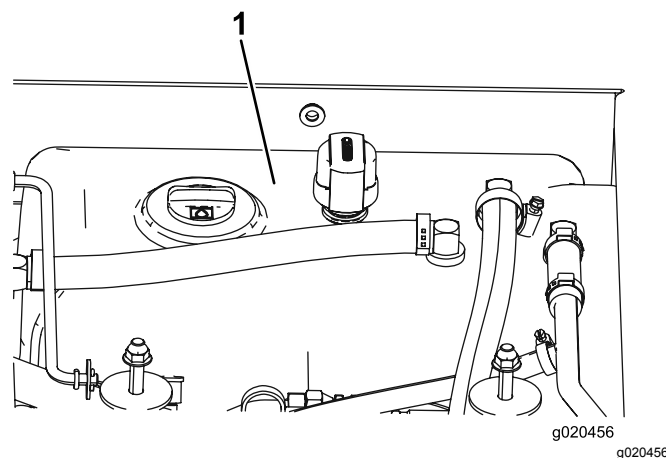

Figura 67
3. Encha o reservatório (Figura 67) com fluido hidráulico; consulte Substituição do fluido hidráulico (página 56).